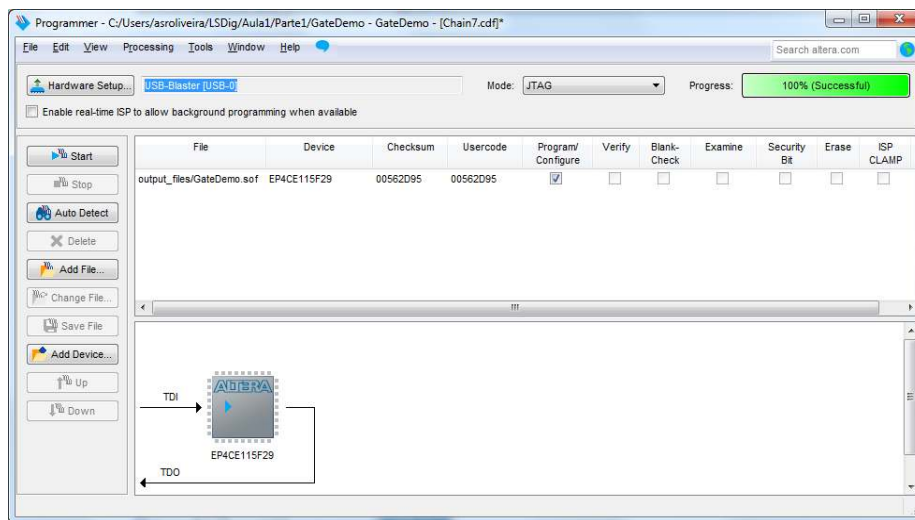

Figura 29 – Janela da aplicação após programação da FPGA.
20. Para programar a FPGA prima o botão “Start”. Quando a programação da FPGA estiver concluída (com sucesso), a aplicação deve apresentar o aspeto da Figura 29.